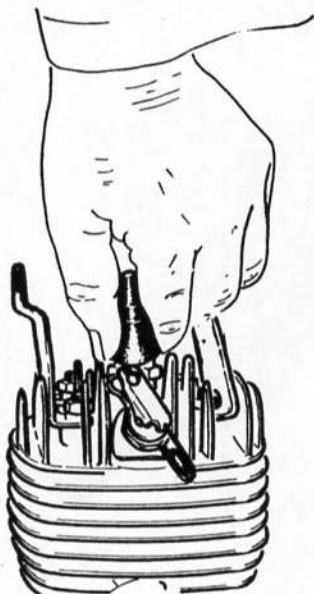

Fig. 5
- Retirer le capuchon de fil de bougie. Si vous éprouvez quelques difficultés, procéder de la façon suivante : enfoncer complètement le capuchon, le pincer à la base entre le pouce et l'index et le tirer verticalement (fig. 5).